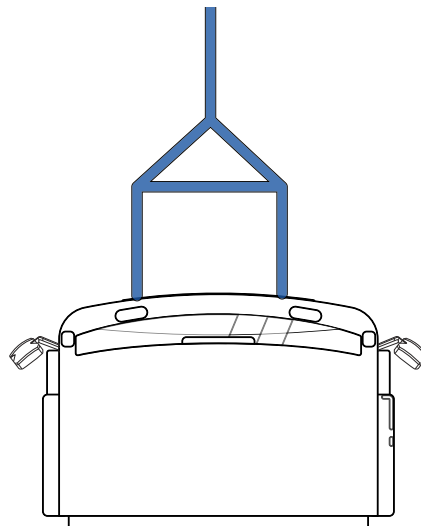

Figure 43 - Dispositif de traction typique
- Utilisez une tige d'écartement entre les deux chaînes ou câbles pour répartir la charge également entre les points d'ancrage **(Figure 43)**.